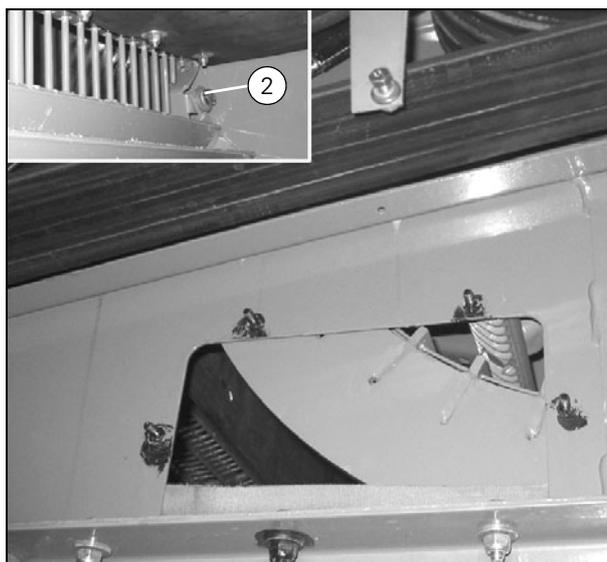

Рисунок 62
5. Ослабьте кронштейн на подбарабанье барабанного сепаратора. Доступ к подбарабанью осуществляется через смотровой люк. См. (Рис. 62).